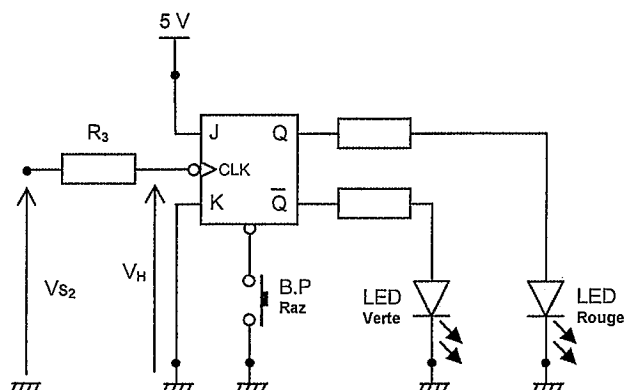

FIGURE 13
C.3 La tension V_{S2} est appliquée sur l'entrée d'horloge (CLK) de la bascule JK représentée sur la figure 13, afin de détecter un front descendant.